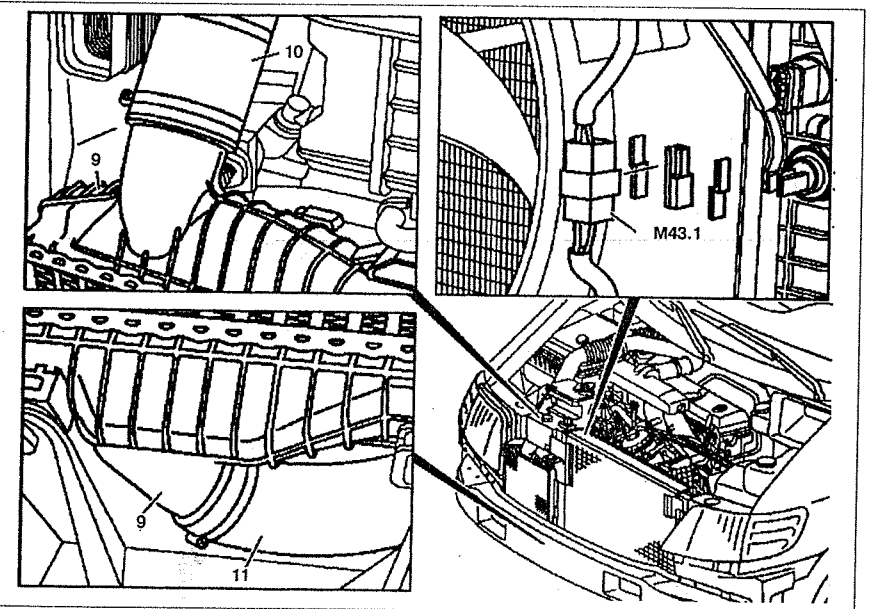

Рис. 4.33. Радиатор:
8. Ослабьте и отсоедините верхнюю 10 и нижнюю 11 трубки подачи сжатого воздуха от радиатора 9 сжатого воздуха и закрепите их сбоку (см.рис.4.33).